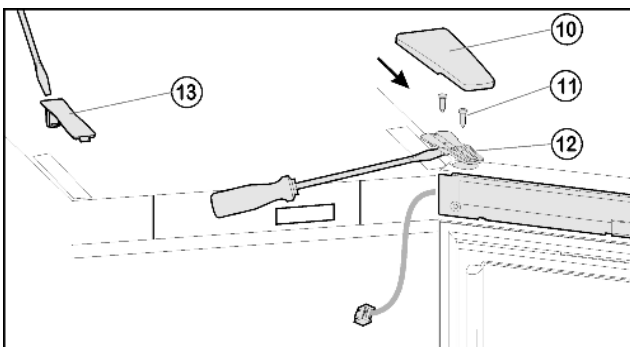
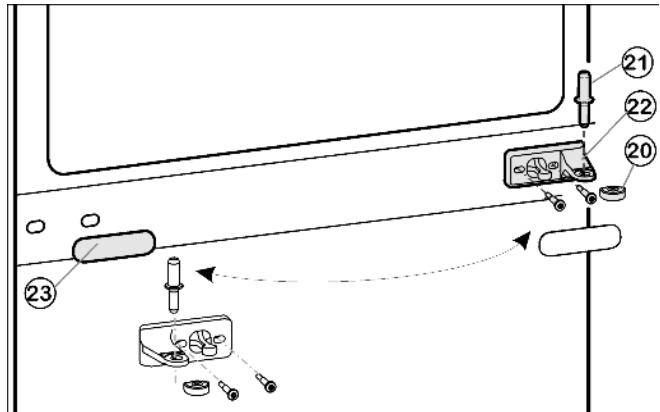
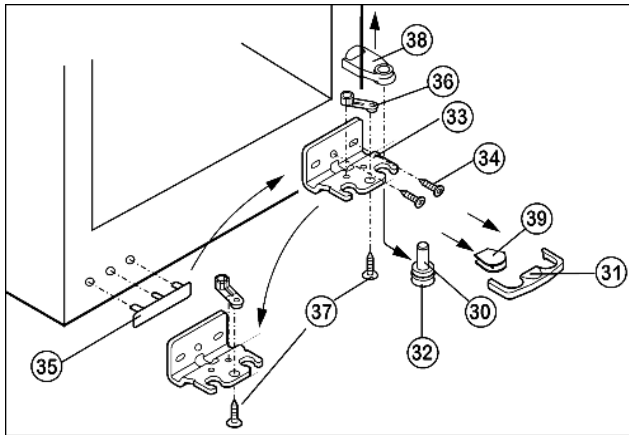

Fig. 5
Fig. 6
Fig. 7
- ▶ Вытяните крышку Fig. 5 (10) вперед и снимите крышку Fig. 5 (13).
- ▶ Отпустите винты Fig. 5 (11).
- ▶ Снимите дверцу вместе с опорным кронштейном Fig. 5 (12) и кабелем вверх. Для снятия, возможно, понадобится осторожно подцепить опорный кронштейн снизу шлицевой отвёрткой.
- ▶ Вытащите из опорного кронштейна и нижней дверцы средний опорный палец Fig. 6 (21).
- ▶ Пластмассовый колпачок Fig. 6 (20) снимите.
- ▶ Снимите средний опорный кронштейн Fig. 6 (22).
- ▶ Осторожно снимите накладку Fig. 6 (23).
- ▶ Открутите средний опорный кронштейн Fig. 6 (22) и прикрутите его с поворотом на 180° на новую сторону шарнира.
- ▶ Снова защелкните накладку Fig. 6 (23) на стороне, где теперь будет ручка.
- ▶ Нижнюю крышку Fig. 7 (31) снимите движением вперед.
- ▶ Нижнюю крышку Fig. 7 (39) снимите.\*
- ▶ Снимите крышку Fig. 7 (38) вверх.\*
- ▶ Полностью вверните регулируемую опору Fig. 7 (32).
- ▶ Вытяните опорный палец Fig. 7 (32) вниз и вперед. При этом следите за гнездом шарнира Fig. 7 (30).
- ▶ Открутите опорный кронштейн Fig. 7 (33) (2 шт. Torx 25) Fig. 7 (34).
- ▶ Открутите опорную деталь Fig. 7 (36) (1 Torx 25) Fig. 7 (37) и, переставив в отверстие на противоположной стороне опорного кронштейна, снова прикрутите.
- ▶ Осторожно приподнимите и переставьте крышку Fig. 7 (35) со стороны ручки.
- ▶ Снова прикрутите опорный кронштейн Fig. 7 (33) на новой стороне шарнира, при необходимости с помощью аккумуляторного шуруповерта через внешний продольный паз и круглое отверстие.
- ▶ Снова слегка наклоните устройство назад и переставьте опорный палец Fig. 7 (32).
- ▶ Установите дверь сверху на опорный палец Fig. 7 (32).
- ▶ Вставьте средний опорный палец Fig. 6 (21) через средний опорный кронштейн Fig. 6 (22) в нижнюю дверцу.
- ▶ Установите пластмассовый колпачок Fig. 6 (20).
► Установите верхнюю дверцу на средний опорный палец Fig. 6 (21), закройте дверцу и установите верхний опорный кронштейн Fig. 5 (12) так, чтобы он защелкнулся в верхней стороне устройства.
► Прикрутите опорный кронштейн Fig. 5 (12). При необходимости просверлите отверстия или используйте аккумуляторную отвертку.
► Защёлкните крышку Fig. 5 (10) и крышку Fig. 5 (13).
► При необходимости выровняйте дверцы через два продольных паза в нижнем опорном кронштейне Fig. 7 (33) и среднем опорном кронштейне Fig. 6 (22) параллельно корпусу устройства, затем затяните винты.
► Снова защелкните крышку Fig. 7 (31) на опорном кронштейне снизу.